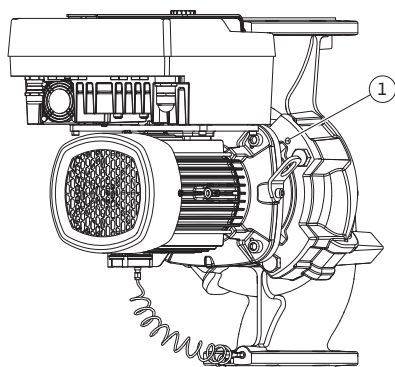

Fig. 11: Odtlačenie nástrčného bloku cez závitové otvory (v závislosti od typu čerpadla)
5. Uvoľníte nástrčný blok (pozri Fig. 4) od telesa čerpadla. V závislosti od typu čerpadla (pozri Fig. I...III) existujú viaceré rôzne postupy: pri type čerpadla Fig. I uvoľníte skrutky, pol. 29. Odtlačte nástrčný blok od telesa čerpadla. Pri type čerpadla Fig. II a Fig. III použite na to dva závitové otvory (Fig. 11, pol. 1). Použite pritom vhodné skrutky pripravené na mieste inštalácie (napr. M10 x 25 mm).
5. Nástrčný blok (pozri Fig. 4) odtlačte od telesa čerpadla. Použite na to dva závitové otvory (pozrite si Fig. 11). Na uvoľnenie sedla zaskrutkujte do závitových otvorov skrutky M10 vhodnej dĺžky.